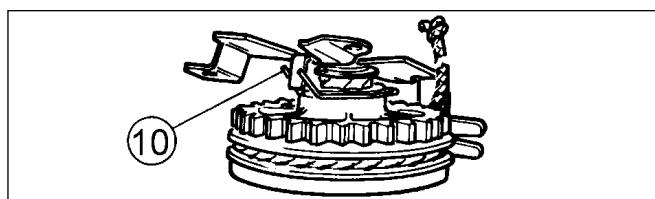

Abb. 15
- Drücken Sie die neue Bremsfeder (10) in Ihren Sitz (Abb. 15). Achten Sie sorgfältig darauf, daß die seitlichen Federenden in ihren Sitz einrasten.